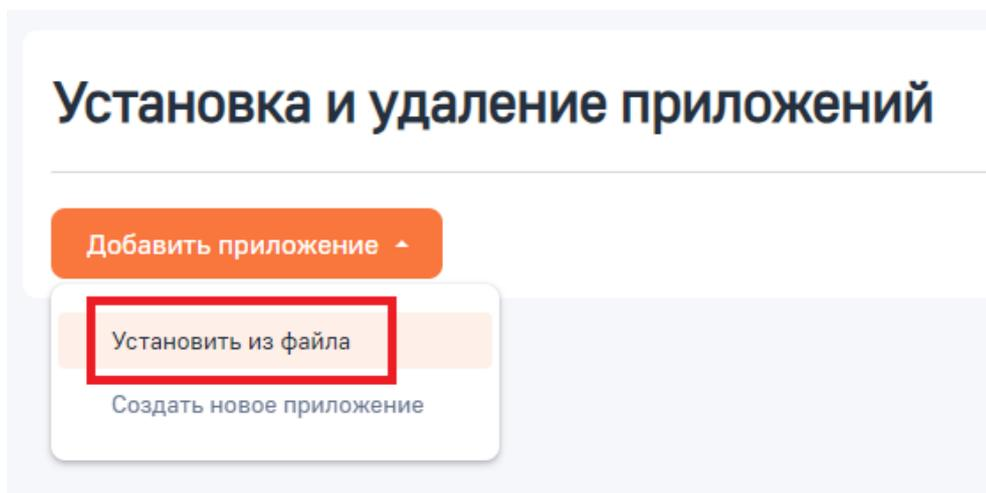

Рис. 1.3. – Выбор файла для установки
3. Нажать «Добавить приложение» – «Установить из файла» (рис. 1.3.).